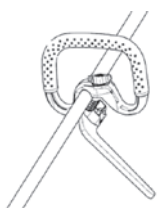

Рис. 12
1. Надеть рукоятку в форме петли на вал, сдвинуть верхнюю и нижнюю части вместе, затянуть ручку, вращая ручку петли по часовой стрелке (рис. 12 и 13).